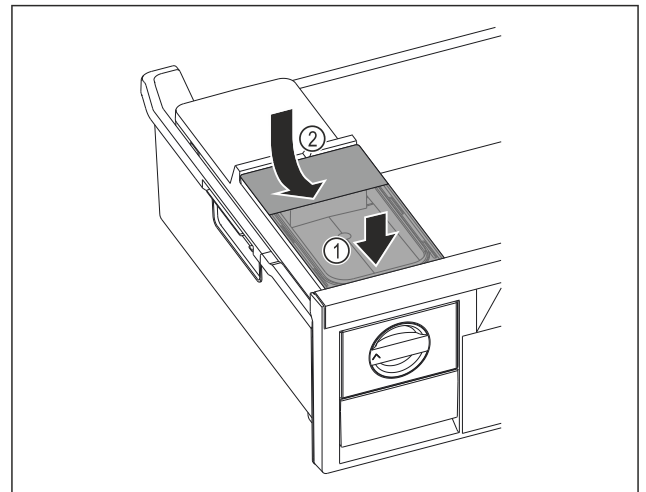

Fig. 125
- ▶ Wassertank vorne ansetzen. Fig. 125 (1)
- ▶ Wassertank hinten absenken. Fig. 125 (2)